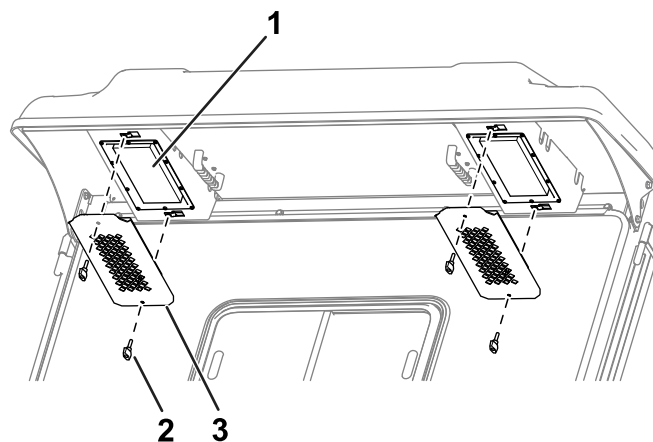

Figura 78
1. Rimuovete i pomelli e le griglie dalla sporgenza posteriore della cabina (Figura 78).
4. Utilizzate i pomelli e le griglie per montare i filtri nella cabina (Figura 78).